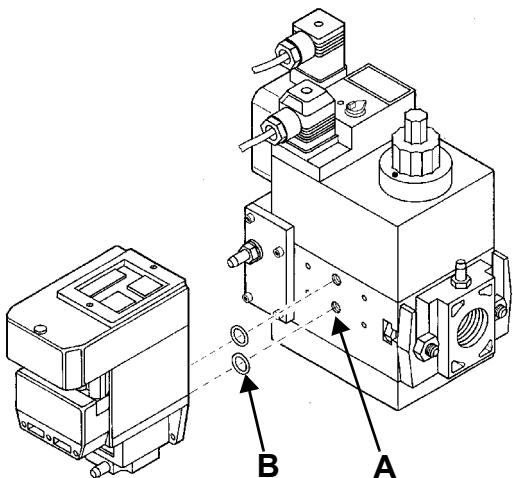

Рис. 34
- 3). снять крепежные винты группы Multibloc (Рис. 34-A)
- 4). вставить уплотнительные кольца (10,5x2,25) в VPS 504 (Рис. 35-B, Рис. 34-B)
- 5). закрутить 4 винта блока контроля герметичности (M4x16) Рис. 34-C.